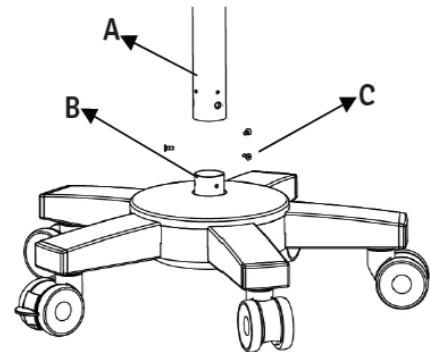

Abb. 29
6. Öffnen Sie die Mikroskopbox. Nehmen Sie (Säule) aus der Box. Montieren Sie die Säule auf einem Führungsstecker in der Basis, indem Sie die entsprechenden Löcher in Säule (A) und Schaft (B) ausrichten. Befestigen Sie sie mit (3) M6x16mm Inbusschrauben (C) mit einem 4-mm-Inbusschlüssel, wie in Abb. 29 gezeigt.